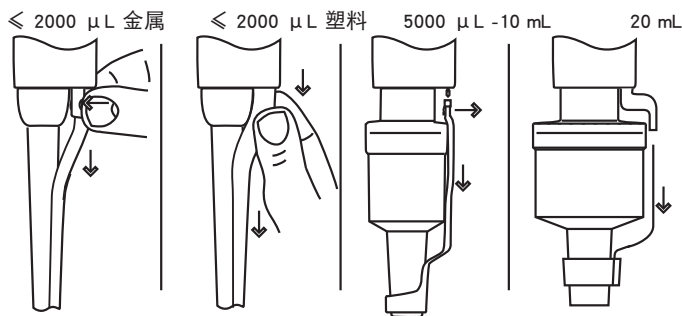

图 8：拆卸退吸头臂
1. 拆卸退吸头臂（请参阅图 8 中关于拆卸退吸头臂内容）。